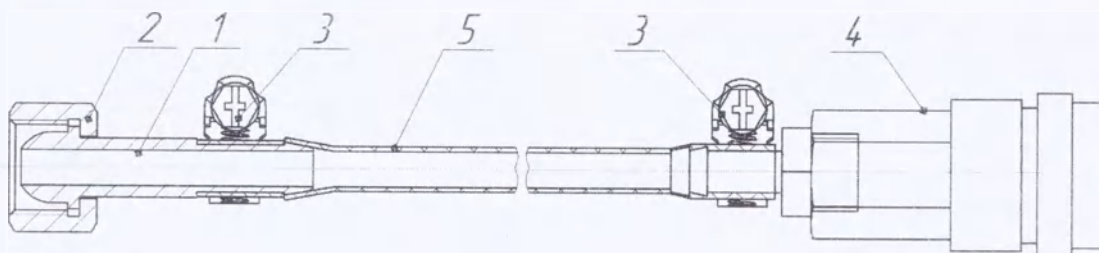

Рисунок 3 – Шланг высокого давления
1.8.2 Используя шланг высокого давления (рисунок 3), соедините выходной штуцер редуктора, установленного на баллоне с углекислым газом, с входным штуцером 1 на задней панели инсуффлятора (рисунок 2). А присоединительную трубку - со штуцером 11 на передней панели инсуффлятора (рисунок 1). Схема соединения представлена на рисунке 4.